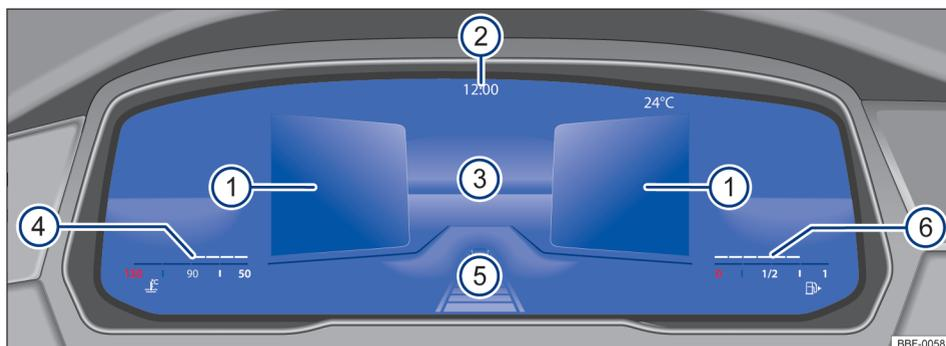

Fig. 11 Active Info Display (variante 2) no painel de instrumentos.
Explicações sobre os instrumentos → Fig. 11:
A exibição principal → Fig. 11 ③ pode ser alterada pressionando o botão **View** no volante multifunções. A representação na área de indicação pode exibir as seguintes vistas:
- **Resumo:** após o encerramento da prontidão para condução: exibição de informações sobre o status do veículo nas áreas ①, por exemplo, posição do hodômetro total.